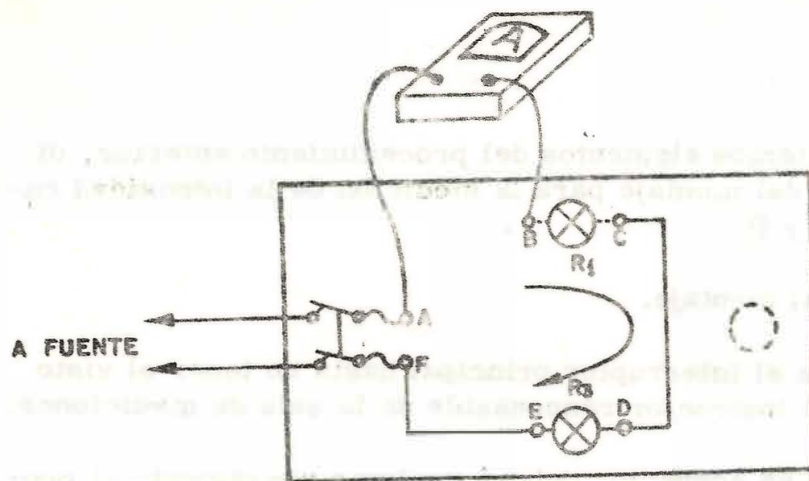

FIGURA 4
7. Retire el conductor A - B y realice la conexión que se muestra en la figura 4.